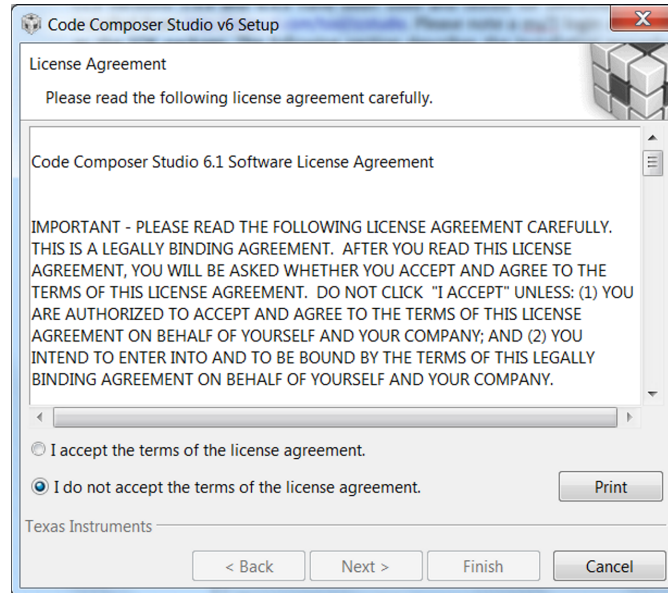

図 9. CCSのライセンス契約書
- Step 2. ライセンス契約書の内容を確認し、同意してインストールを続行します(図 9を参照)。